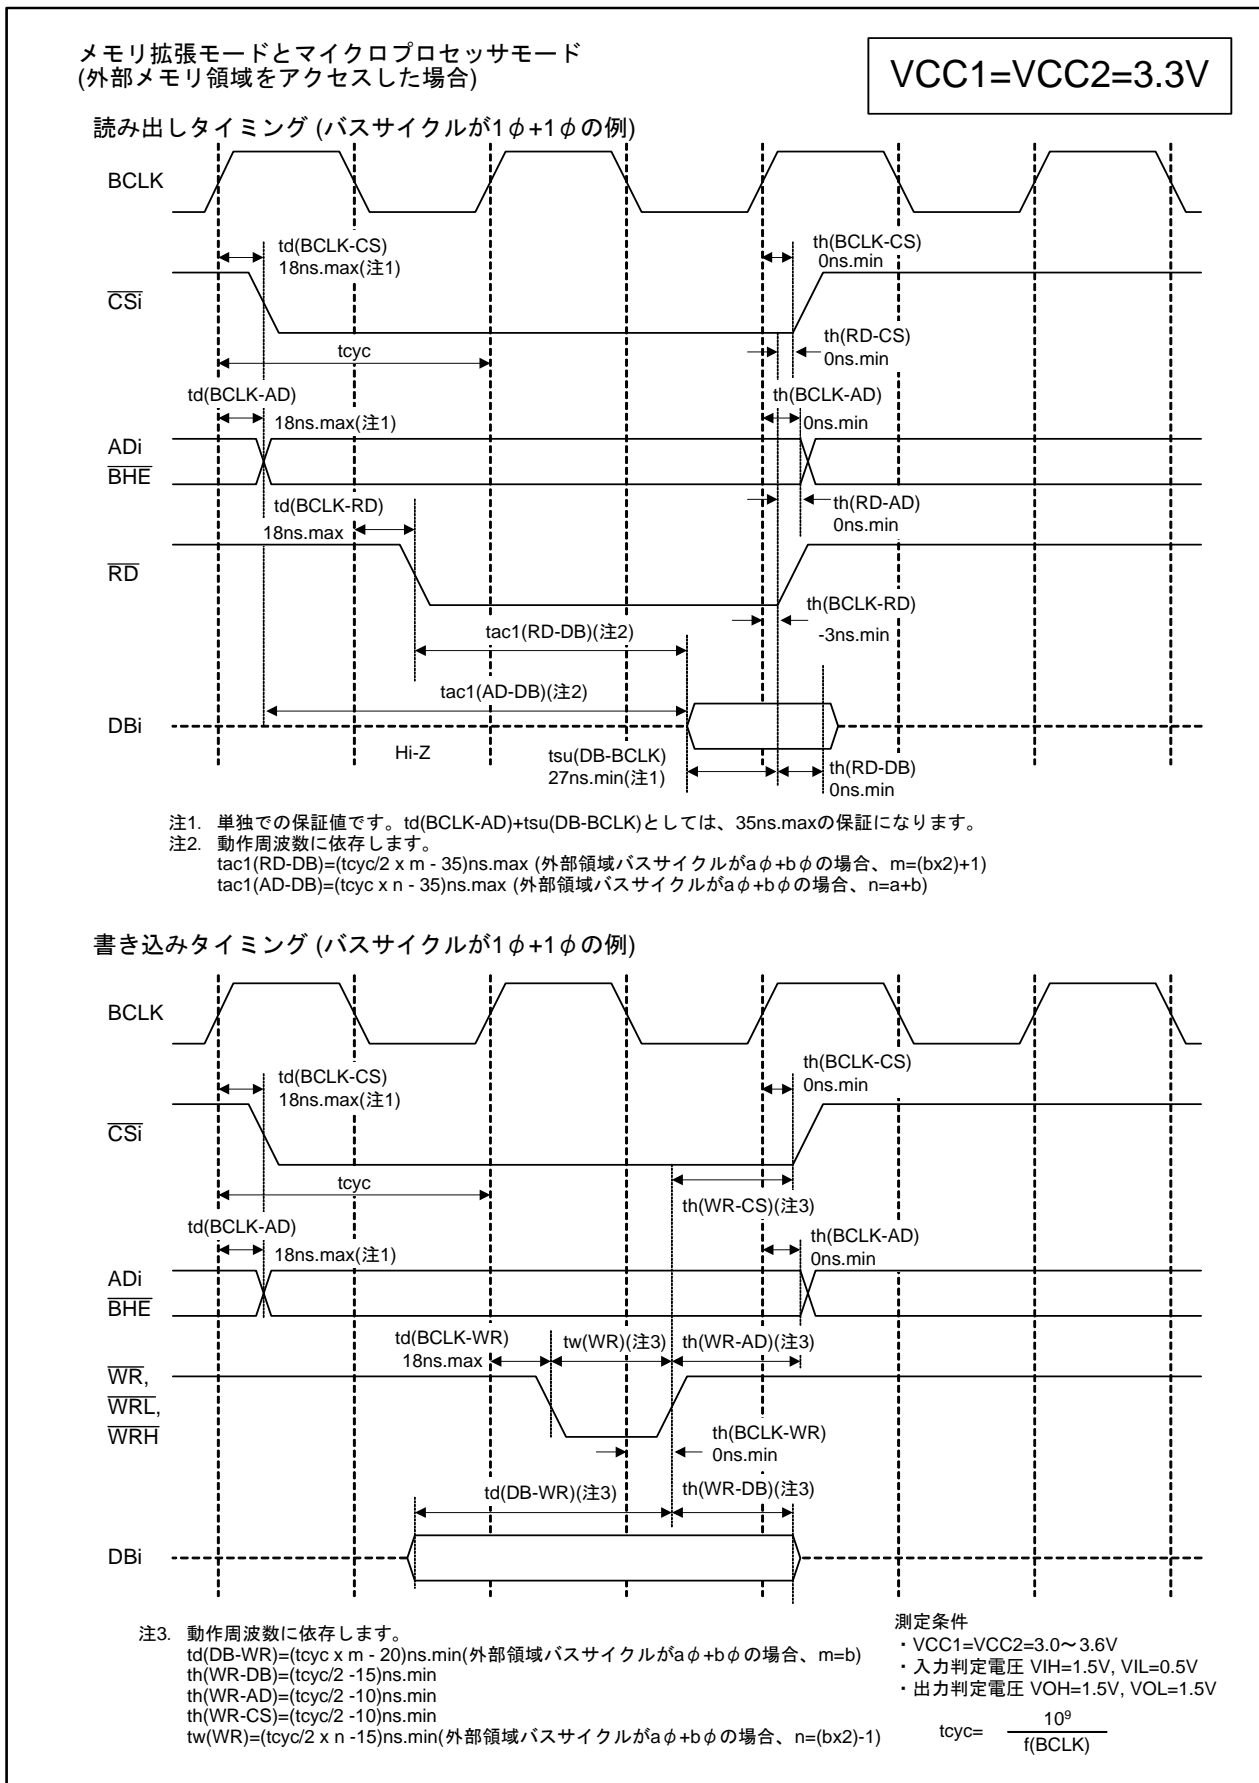

図 5.9 VCC1=VCC2=3.3V時のタイミング図(3)
60	・ 図5.9 DBi tsu(DB-BCLK) 「30」 → 「27」、注3.th(WR-DR) 「20」 → 「15」
47、60	・ 図5.5、図5.9 RDとDBiの波形を修正